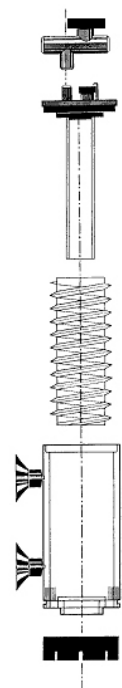

Abb. 4
3. Die Teile mit einer Bürste unter fließendem Wasser reinigen (siehe Abb. 4). **Hinweis: Bitte keine Reinigungsmittel verwenden, sondern nur Wasser.**